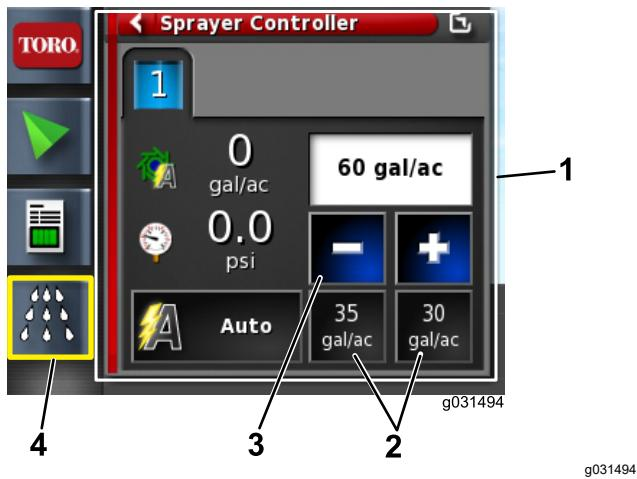

图 67
- 如果喷洒率错误请选择预设喷洒率以递增方式更改或选择当前喷洒率手动输入喷洒速度图 67。